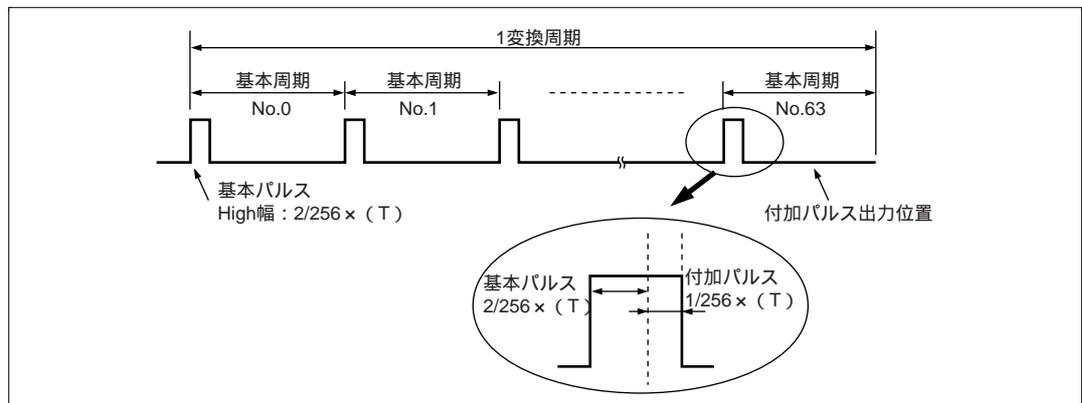

図 10.6  $DADR = H'0207$  のときの出力波形 ( $OS = 1$ )
ここでは、 $DADR = H'0207$  ( $B'0000\ 0010\ 0000\ 0111$ ) の場合を考えます。図 10.6 に出力波形を示します。 $CFS = 1$  であり、上位 8 ビットの値が  $B'0000\ 0010$  ですので、基本パルスは High 幅が  $2/256 \times (T)$  のデューティ比となります。